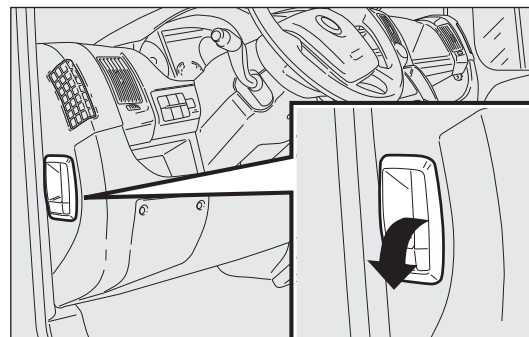

fig. 123
- Dra spaken fig. 123 i pilens riktning.